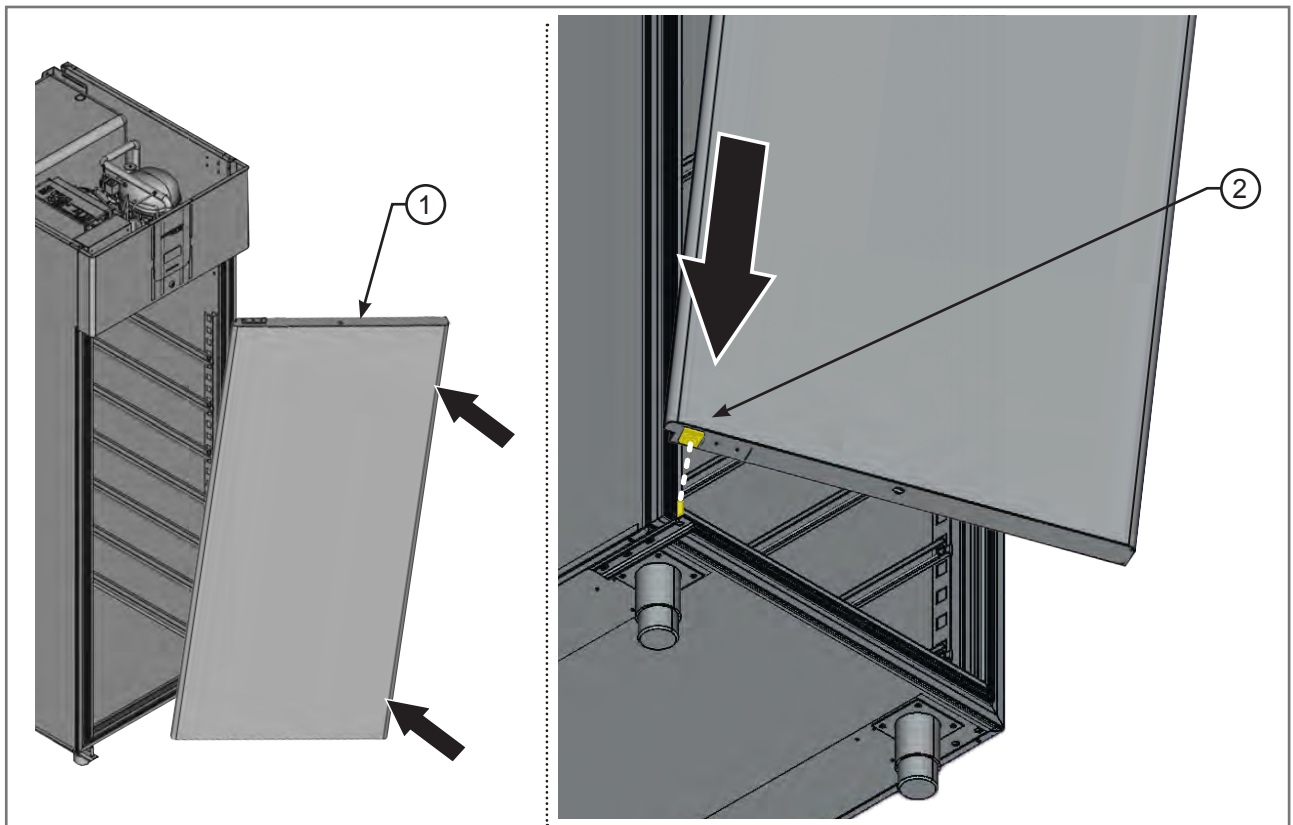

Fig 3.26 - Assemblage de la porte
- À deux personnes et avec beaucoup de précautions, soulever la porte (1 - Fig. 3.26), la positionner en faisant glisser la charnière inférieure sur le bouchon (2 - Fig. 3.26).